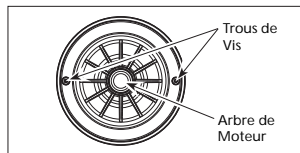

Figure 11 - Remplacement de Plaque d'Étanchéité
2. Glisser la plaque d'étanchéité soigneusement par dessus l'arbre afin de ne pas bouger la position du joint dans la plaque d'étanchéité. La plaque doit être orientée pendant le montage pour aligner les deux trous sur une ligne horizontale à travers l'arbre de moteur et les (4) chevilles de repérage sur le dos de la plaque de moteur (Figure 11). Ce placement assure le vidange et l'amorçage correct.